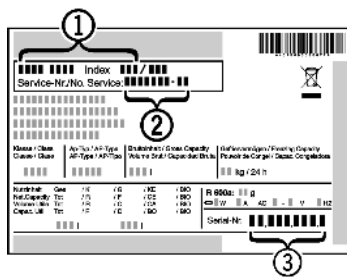

Fig. 64
- ▶ Считать обозначение устройства Fig. 64 (1), сервисный номер Fig. 64 (2) и серийный номер Fig. 64 (3) с заводской таблички. Заводская табличка находится внутри устройства слева.